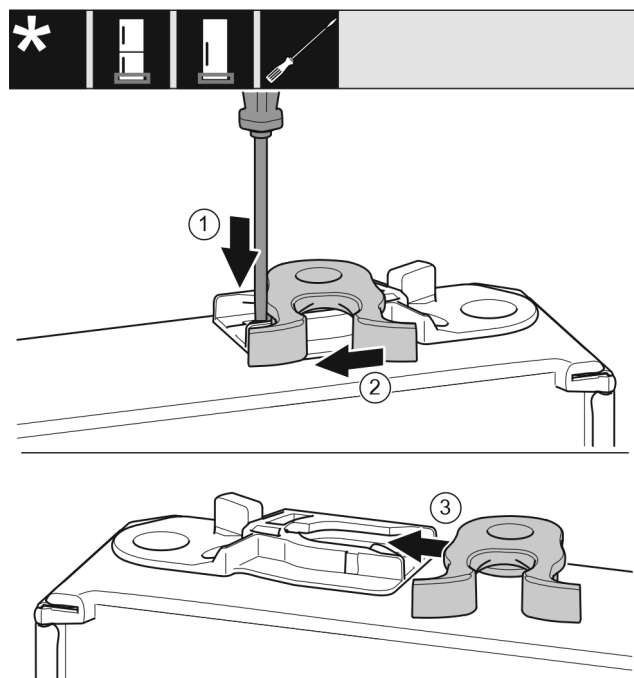

Fig. 22
- Spingere verso il basso la linguetta Fig. 22 (1) con il cacciavite a intaglio.
- Estrarre il gancio di chiusura Fig. 22 (2) dalla guida.
- Spostare il gancio di chiusura Fig. 22 (3) sull'altro lato nella guida.